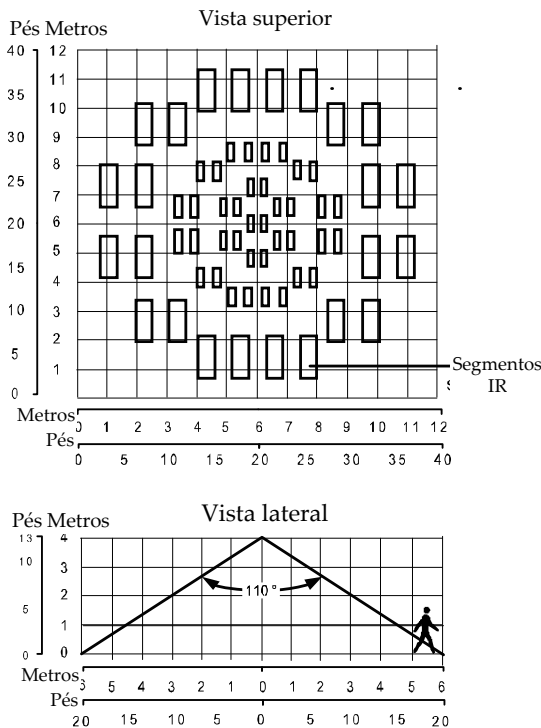

Figura 5: Vista superior e lateral
Para a melhor detecção PIR do LuNAR FireWatch sem fio, recomenda-se posicionar o LuNAR FireWatch diretamente acima do centro da área protegida. A lente no PIR fornece setores de detecção (feixes) dispostos em três níveis óticos completos; externo (12 setores), intermediário (12 setores) e interno (7 setores). Essa disposição garante a melhor cobertura da área monitorada (*ver Figura 5*).
- Para a detecção ideal, selecione um local provável de intercetação de um intruso que se mova pelo padrão de cobertura (*ver Figura 5*). Dois minutos após ligar a energia (período de aquecimento), caminhe com o detetor para testar toda a área protegida e verificar se a unidade está funcionando corretamente.